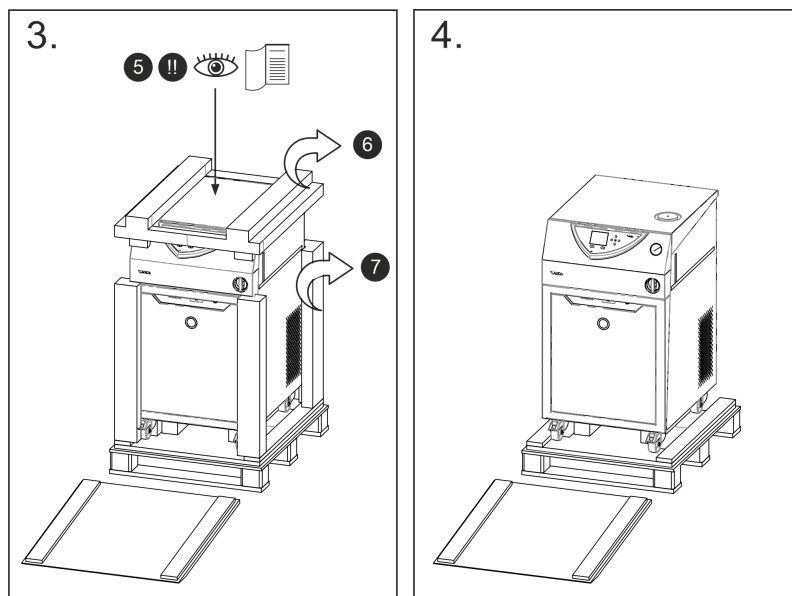

Fig. 3: Illustration des instructions de déballage pour le VC 5000
4. **Figure 3** : La notice d'utilisation ⑤ se trouve sur l'appareil. Vous en aurez besoin.